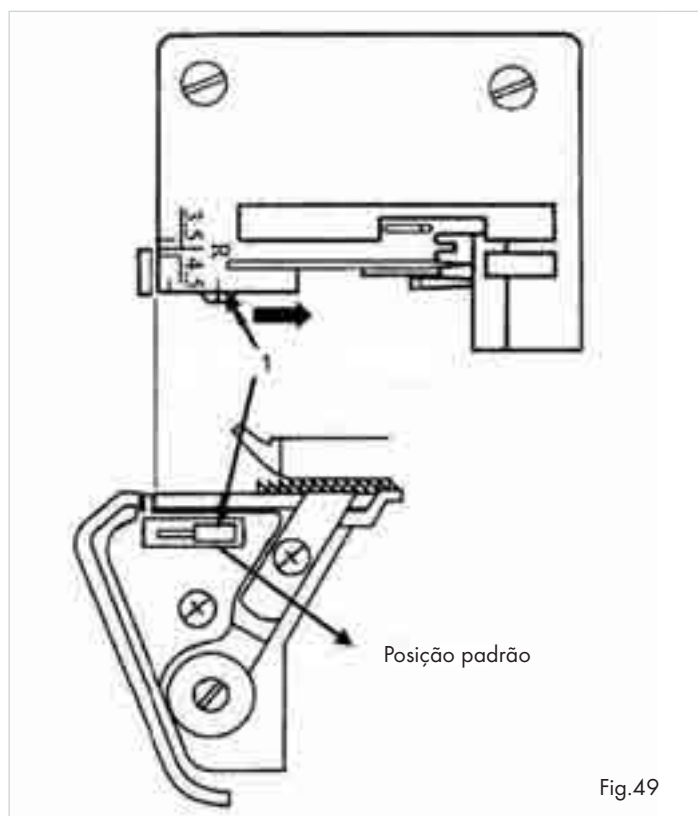

Fig.49
- Abra a tampa da frente ⑩.
- Desloque o botão da largura da costura ②③ para "S" para que a lingueta da largura da costura seja avançada (1) (fig. 49).